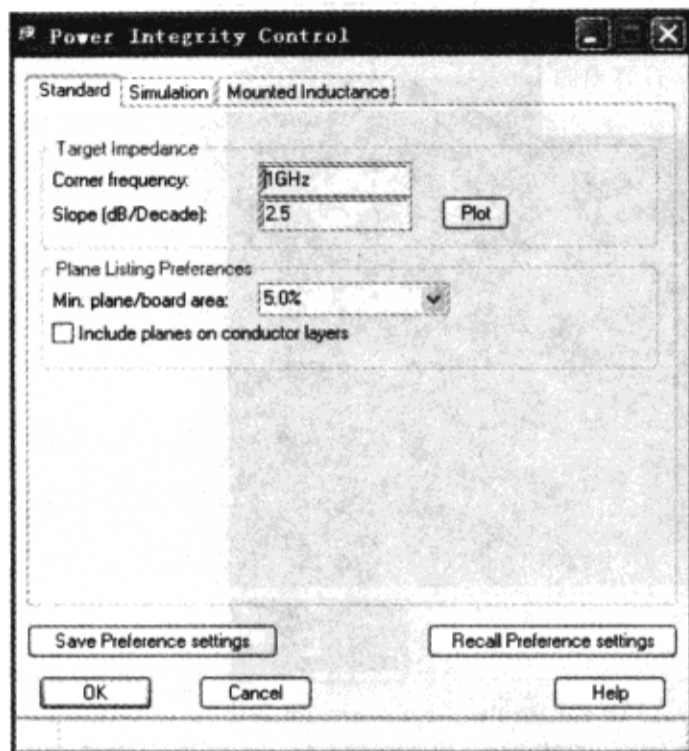

图 9-7-65 “Power Integrity Control”对话框
(5) 在“Power Integrity Design & Analysis”对话框中单击“Control”按钮，弹出“Power Integrity Control”对话框，如图 9-7-65 所示。